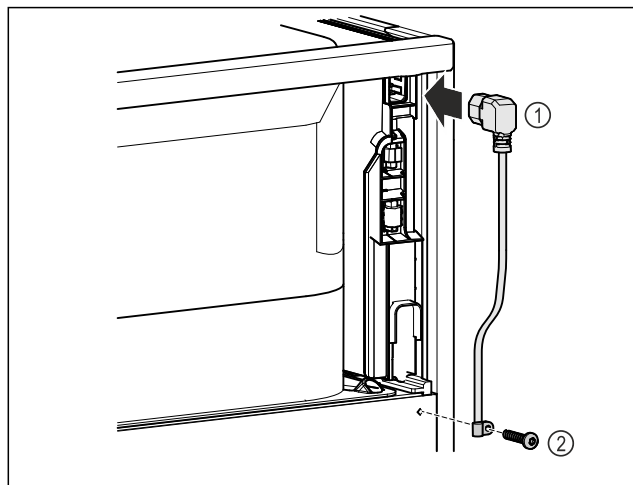

Fig. 9
- Inserire la presa del frigorifero del cavo di alimentazione Fig. 9 (1) sul retro dell'apparecchiatura.
- Montare il serracavo. Fig. 9 (2)